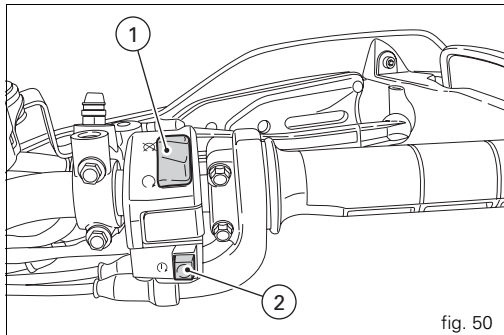

fig. 50
- 2) S'assurer que le contacteur d'arrêt (1, fig. 50) soit en position  (RUN) ; appuyer ensuite sur le bouton-poussoir de démarrage (2).